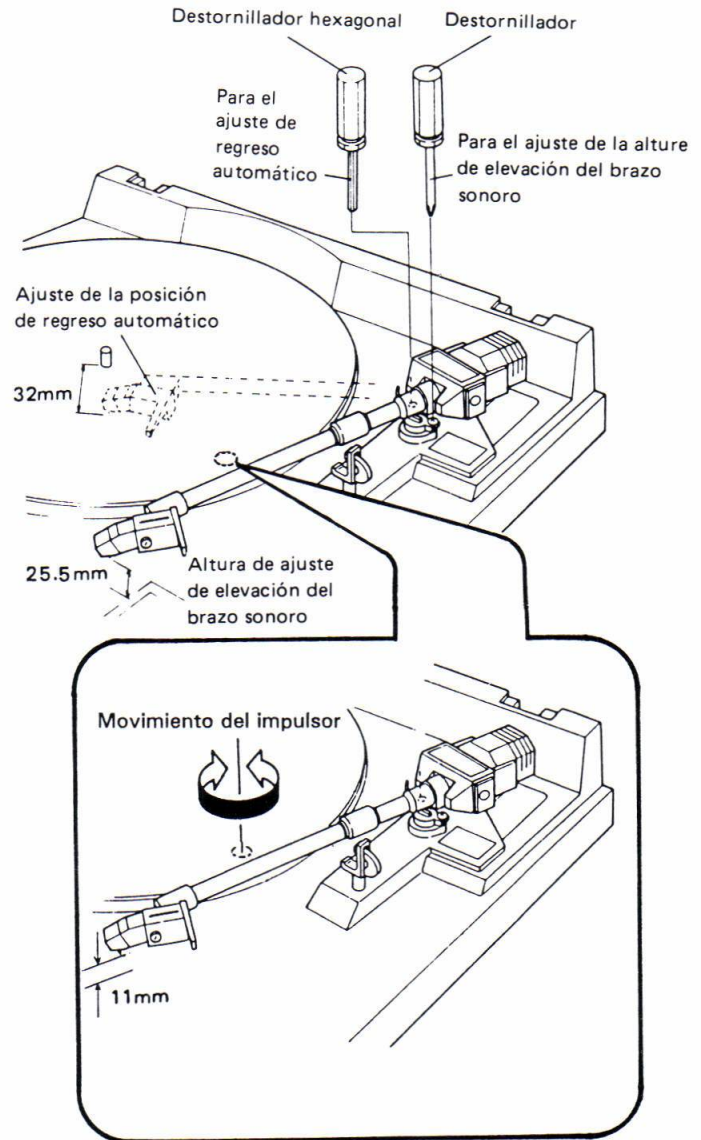

Figura 8-3 Ajustes de la altura de elevación del brazo sonoro y de regreso automático;
- Dejar de girar el tornillo de ajuste en el punto en el que haya un espacio de 32mm entre la aguja de la cápsula y el eje central. (Figura 8-3)
- Ajustar el tornillo bajo el tocadiscos de modo que la altura de la aguja sea de 11 mm sobre el panel. La aguja se levanta cuando se gira el tornillo de ajuste en el sentido contrario al de las agujas del reloj. (Figura 8-3)
- Ajustar los tornillos al lado del interruptor de elevación del brazo sonoro de modo que la altura de la aguja sea de 25.5 mm sobre el panel. (Figura 8-3)